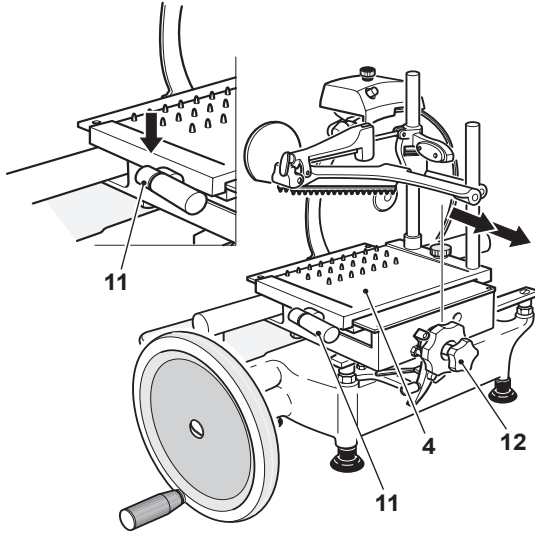

Figure 18-1
6. Tournez le volant du porte-produit (12) dans le sens horaire ou poussez doucement vers le bas sur le levier d'avance rapide (11) pour écarter le porte-produit (4) de la lame (16) (Figure 18-1).